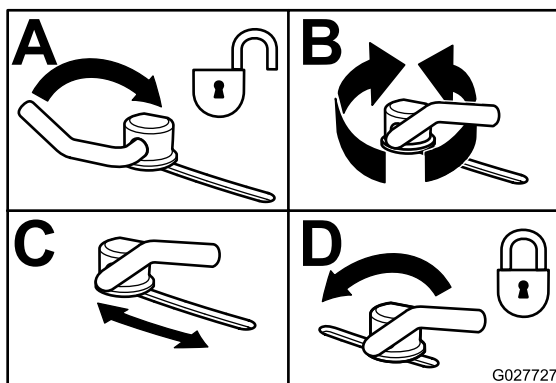

Figura 38
- Para ajustar os bloqueios do excêntrico, rode a alavanca para cima para libertar o bloqueio do excêntrico (Figura 38).
- Rode novamente a alavanca para apertar o abafador e os bloqueios do excêntrico (Figura 38).